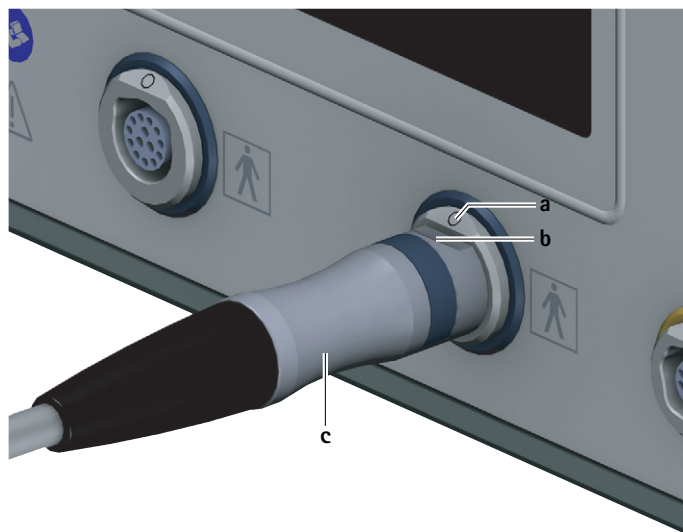

Fig. 3 Anslut motorkabeln
- Rikta styrenhetens kontakt c på motorkabeln så att markeringen b på kontakten stämmer överens med markeringen a på användningsdelarnas anslutningsuttag 7, se Fig. 3.
- Dra ut motorkabeln på kontakten för styrenheten **c** från anslutningsuttaket för användningsdelarna **7**, se Fig. 3.